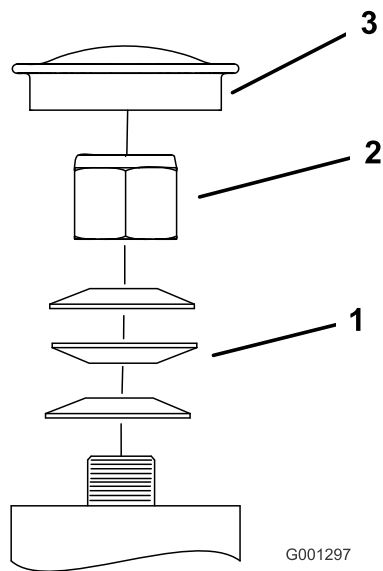

Figura 60
3. Retire el tapón anti-polvo de la rueda giratoria y apriete la contratuerca (Figura 60).
4. Apriete la contratuerca hasta que las arandelas de muelle estén planas, luego afloje 1/4 de vuelta para establecer la pre-carga correcta de los cojinetes (Figura 60).
**Importante:** Asegúrese de que las arandelas de muelle estén correctamente instaladas, según muestra Figura 60.
5. Coloque el tapón guardapolvo (Figura 60).